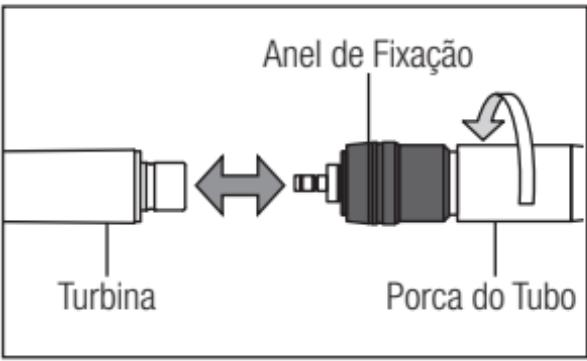

Fig. 3 115
**X450QD** (1) Montagem
- 1) Introduza o acoplamento no tubo e aperte a porca do tubo. (Fig. 3)